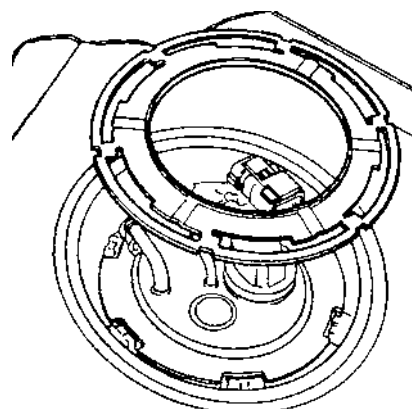

Рис. 2.43.1.
5. Повернув стопорное кольцо против часовой стрелки, освободить фланец топливного насоса и вынуть топливный насос из бака (рис. 2.43.1).